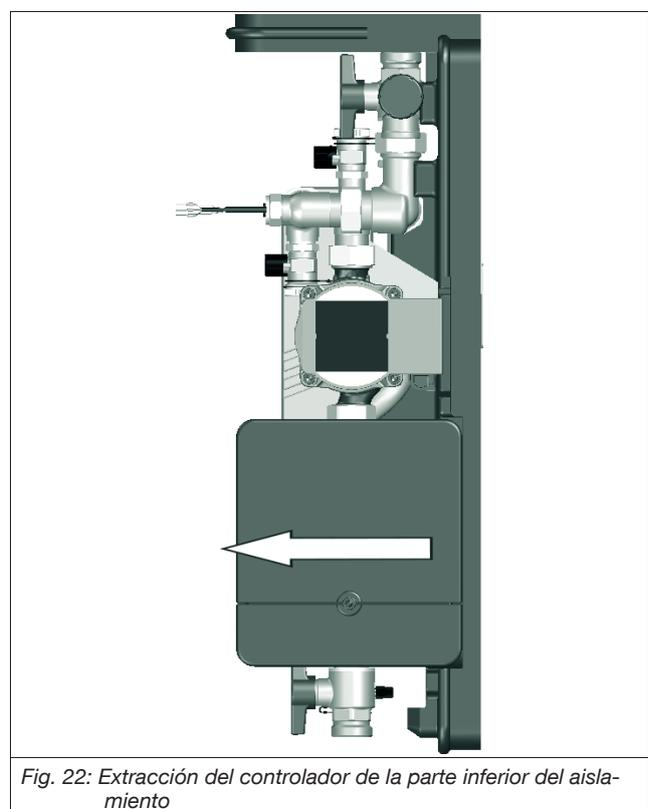

Fig. 22: Extracción del controlador de la parte inferior del aislamiento
1. Retire cuidadosamente el controlador de la parte inferior como se muestra en la fig. 22.